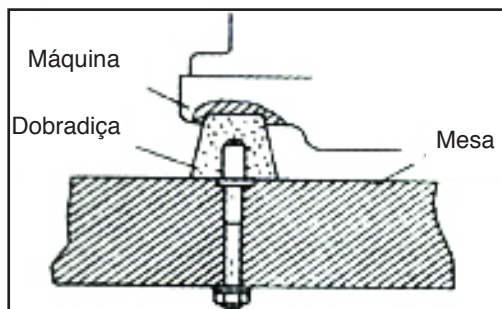

Figura 1
a) Coloque os suportes de borracha de acordo com o corte da mesa para reduzir a vibração (figura 1 e 2), feito isso instale os porta fios na sequência